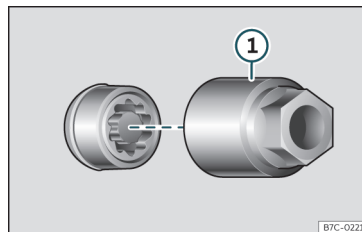

Abb. 36 Diebstahlhemmende Radschraube mit Abdeckkappe und Adapter
- Schieben Sie den Spezialadapter »» Abb. 36 ① (Bordwerkzeug »» Seite 46) bis zum Anschlag in die diebstahlhemmende Radschraube.